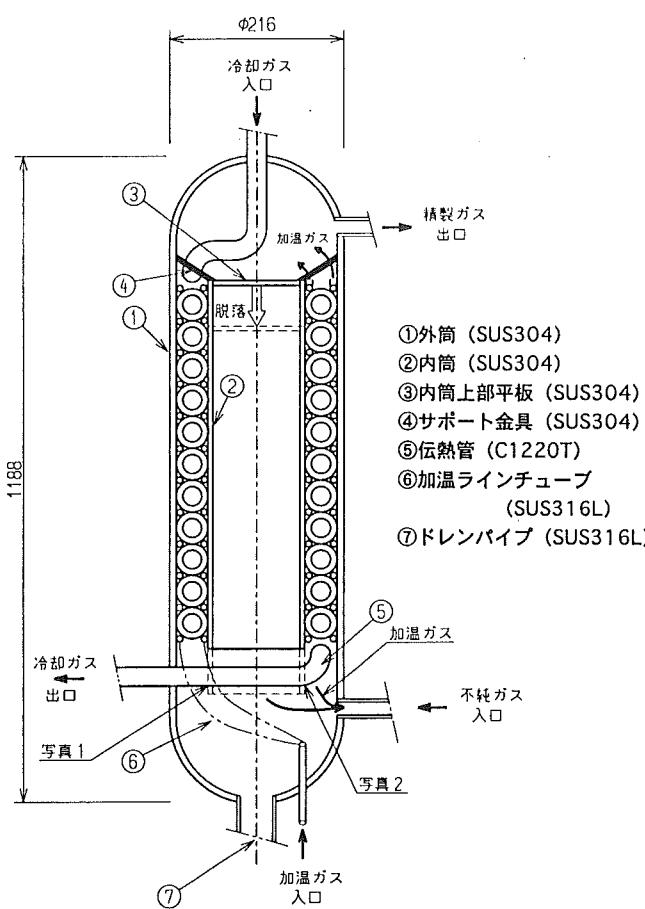

図2 破損した第三段内部精製器の概要図
その後、内部精製器(図2)を液化機本体から切り放し、下部のドレンパイプ⑦(内径25 mm)から内視鏡で観測した結果、純ヘリウムラインの銅パイプ(伝熱管⑤)が切断されていることが確認された。それは、内筒②が脱落し、伝熱管⑤に食い込んでおり、その後、逆さ吊りにして外側からプラスチックハンマーで衝撃を加えたら、内筒②が少し戻り(図の上側)、伝熱管⑤が完全に切断されていることを確認した(写真1)。また、反対側の伝熱管⑤は内筒②によりつぶされていた(写真2)。この伝熱管⑤が切断されたことにより、不純ガスが純ヘリウムラインに混入して高速タービンの軸受が損傷したと考えられる。
(内筒により完全切断された伝熱管；位置は図2参照)
(位置は図2参照)